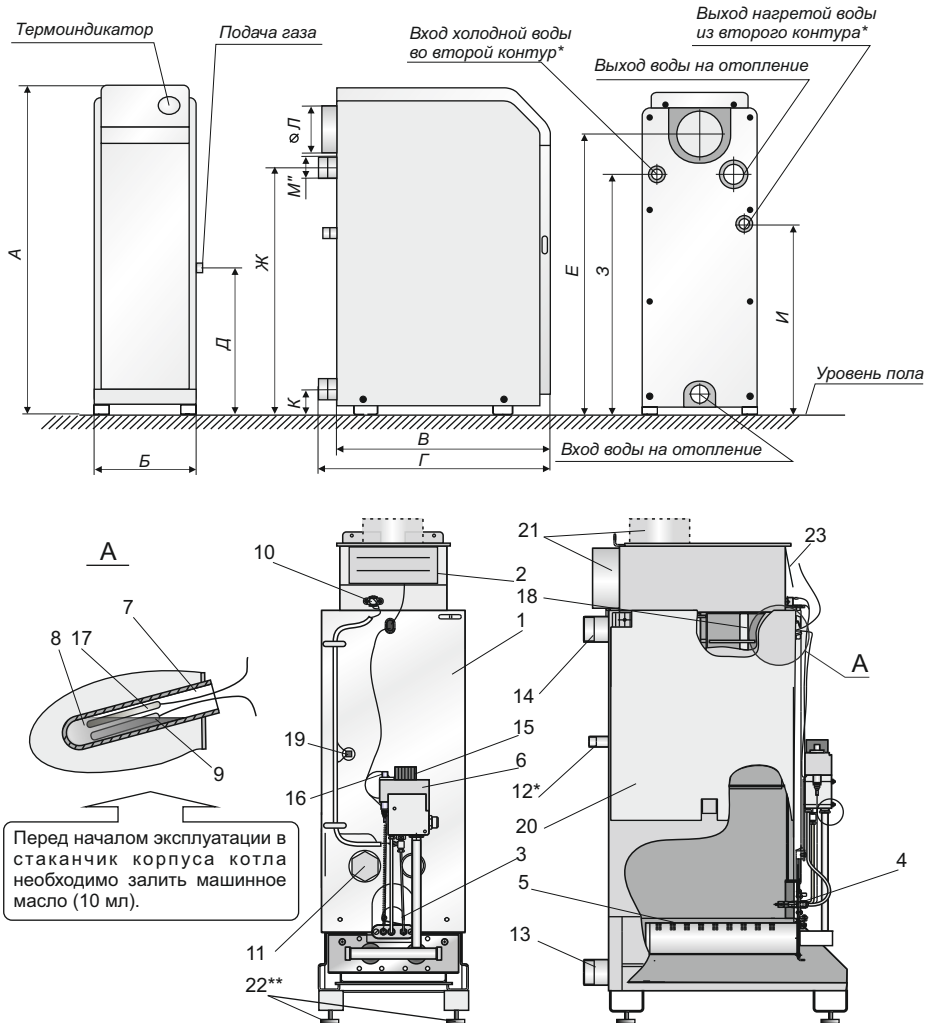

Рис. 2. Общий вид и схема конструкции котла "Житомир-3"
Для установки ТЭНа необходимо слить воду из котла (системы отопления), открутить заглушку (рис.2 поз. 11) и установить на ее место ТЭН с характеристиками, соответствующими таблице 3. Залить воду в котел (систему отопления). Перед запуском котла проверить герметичность установки ТЭНа.
6.8. При установке котла в систему отопления с открытым расширительным сосудом установка датчика перегрева (п.19, рис.2) не требуется, при условии, что отказ термостата управления не вызывает опасную ситуацию для пользователя или повреждение котла (ГОСТ Р 51733-2001).